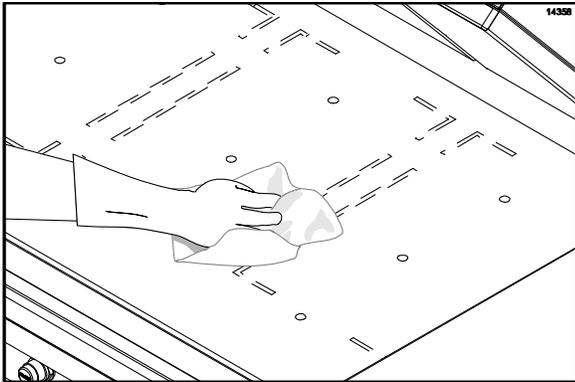

Figura 112
44. Limpie la superficie inferior de la parrilla con un paño para parrillas limpio mojado con solución desinfectante. Repita hasta que no haya suciedad visible. (Vea la figura 112.)